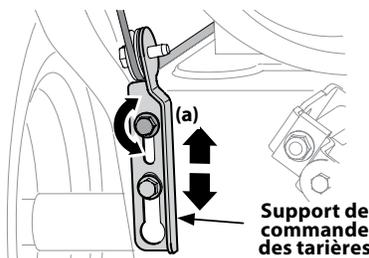

Figure 2-51
4. Laissez les tarières tourner pendant dix (10) secondes avant de relâcher la commande des tarières. Répétez cette étape à plusieurs reprises.
7. Pour ajuster le câble de la commande des tarières, desserrez le boulon supérieur (a) du support de commande des tarières. Voir Figure 2-51.
8. Déplacez le support du câble vers le haut pour desserrer le câble (ou vers le bas pour serrer le câble). Voir Figure 2-51. Resserrez le boulon supérieur (a).